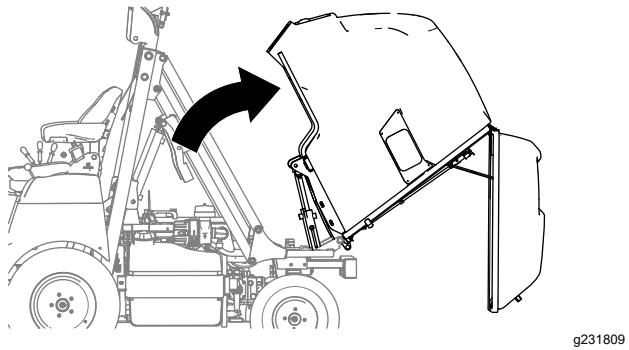

Figura 56
2. Fate ruotare manualmente in alto e indietro la tramoggia \(Figura 56\).